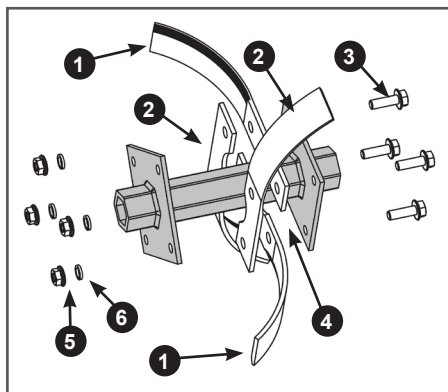

**Рис. 14. Секции оси фрезы**
2. Определите какой стороной основная секция 1 оси фрезы устанавливается на вал редуктора и к какой стороне крепится дополнительная секция 2 оси фрезы (Рис. 14). Вставьте дополнительную секцию в основную сначала с одной стороны, затем с другой, при этом должна совпасть только одна пара отверстий. Та сторона основной секции оси фрезы, отверстие на которой не совпадает с отверстием на дополнительной секции оси и устанавливается на вал редуктора.